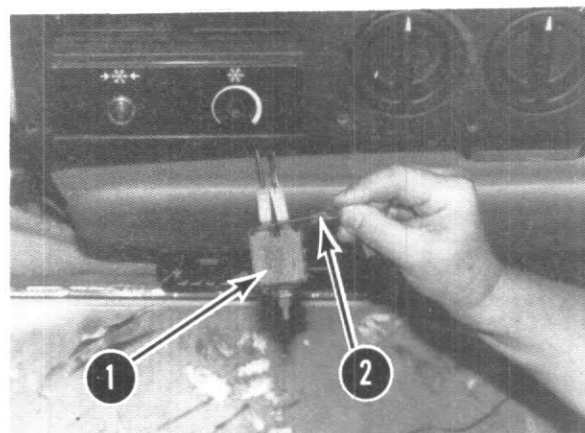

FIGURE 60
- 11 - Si l'arrêt du compresseur se déclenche trop tôt (refroidissement insuffisant), shuntez la commande de température avec un fil volant ou un tournevis (2) Fig. 60, juste après l'arrêt. Si alors le compresseur redémarre, re-réglez ou remplacez le contacteur défectueux.